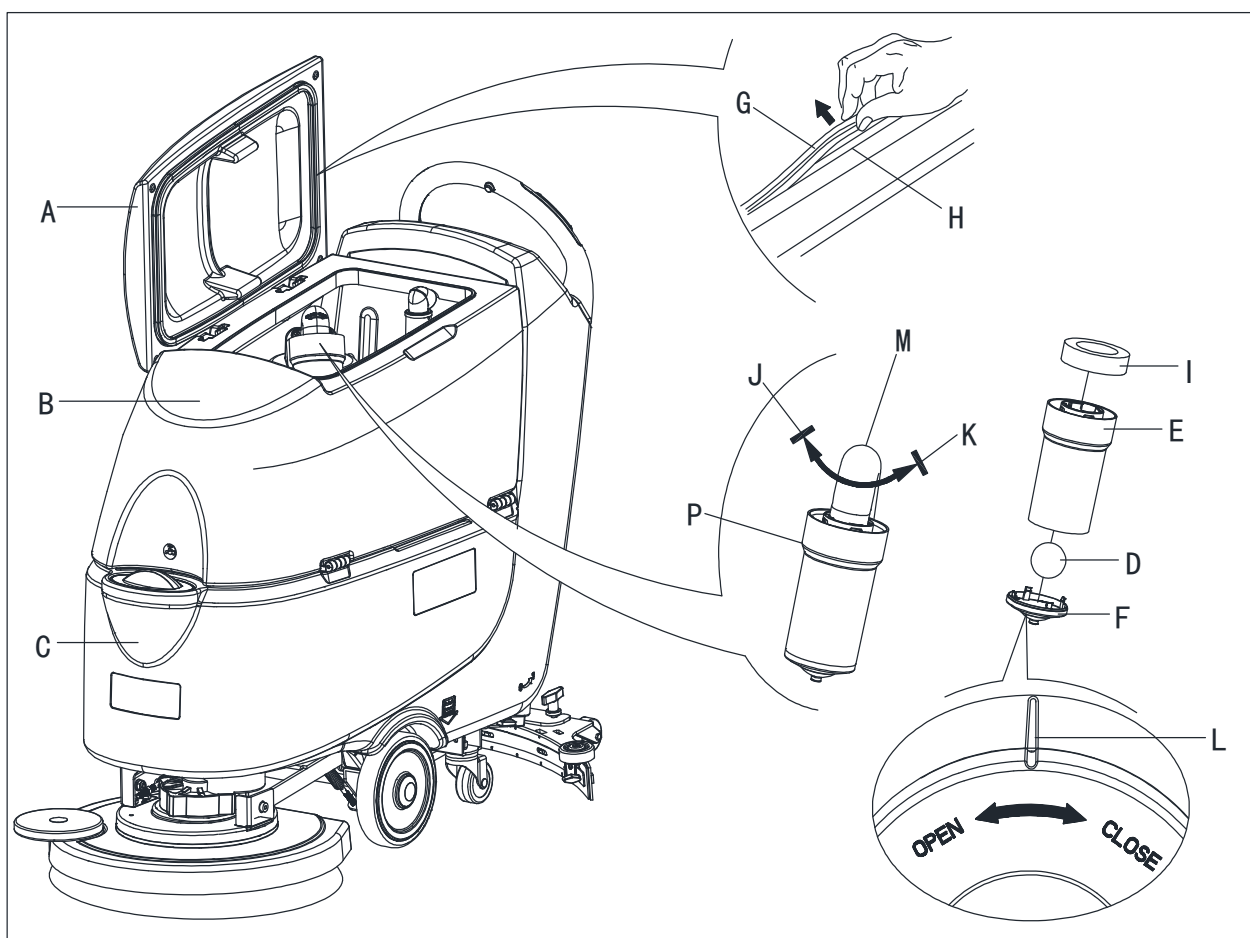

Figure 23
2. Faire en sorte que la machine soit éteinte et que la clé de contact (54) ait été retirée.
3. Tourner le couvercle du réservoir de récupération (A, Figure 23) position de 90 degrés où il peut être retiré du réservoir, puis enlever le filtre à flotteur (P) du réservoir.
4. Nettoyer le couvercle du réservoir récupération (A), le réservoir de récupération (B), réservoir d'eau propre (C) et le cadre de support du filtre à flotteur (E). Vider le réservoir de récupération avec le tuyau de vidange (22).
5. Si nécessaire, suivre les symboles "OPEN" et "CLOSE" comme indiqué sur la (Figure 23) pour ouvrir le couvercle de fond (F) du filtre à flotteur, puis nettoyer le filtre à flotteur (D), le cadre de support du filtre (E) et l'éponge du filtre (I). Après le nettoyage, fixer le filtre à flotteur (D) dans le cadre de support du filtre (E) puis aligner la rainure de marque (L) du capuchon de fond (F) du filtre à flotteur avec la rainure de marque (L) du cadre de support du filtre à flotteur (E). Visser fermement le capuchon de fond du filtre à flotteur, et fixer l'éponge du filtre (I) sur le cadre de support du filtre à flotteur (E). Enfin, le connecter au tuyau d'aspiration des eaux usées (M).
7. Vérifier si la surface de contact du joint d'étanchéité (G) a une intégrité et une étanchéité suffisantes. Si nécessaire, sortir le joint d'étanchéité du réservoir de la rainure (H) et la remplacer. Assembler le nouveau joint d'étanchéité comme indiqué sur la (Figure 23), le joint devrait être ramené dans la zone médiane.
8. Fermer le couvercle du réservoir de récupération (A).